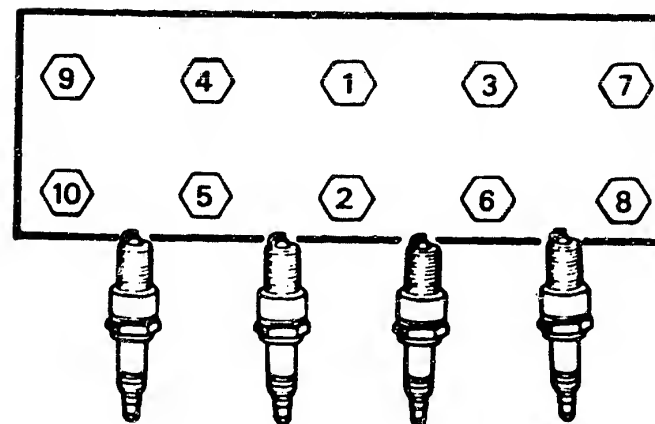

Bild 6 Anzugsreihenfolge der Zylinderkopfschrauben, Anzugsmoment 59Nm.
Bei der Montage ist die **Zylinderkopfdichtung** so auf den Motorblock aufzulegen, dass die Aufschrift «Alto» von oben her sichtbar ist. Das **Anziehen der Zylinderkopfschrauben** erfolgt in zwei Durchgängen auf den vorgeschriebenen Wert von 59Nm in der in Bild 6 gezeigten Reihenfolge. Nach 1000 ... 1500km sind die Zylinderkopfschrauben nochmals nachzuziehen.
- Anziehen nach Vorschrift: Die Schrauben und Scheiben sind einzuölen; dann lässt man sie während mindestens 30 Minuten abtropfen. Danach sind alle Schrauben im ersten Durchgang auf 20 und im zweiten auf 40Nm anzuziehen. Anschliessend sind sie in zwei weiteren Durchgängen um jeweils 90° anzuziehen. Dabei ist stets die in Bild 6 ersichtliche Reihenfolge einzuhalten.